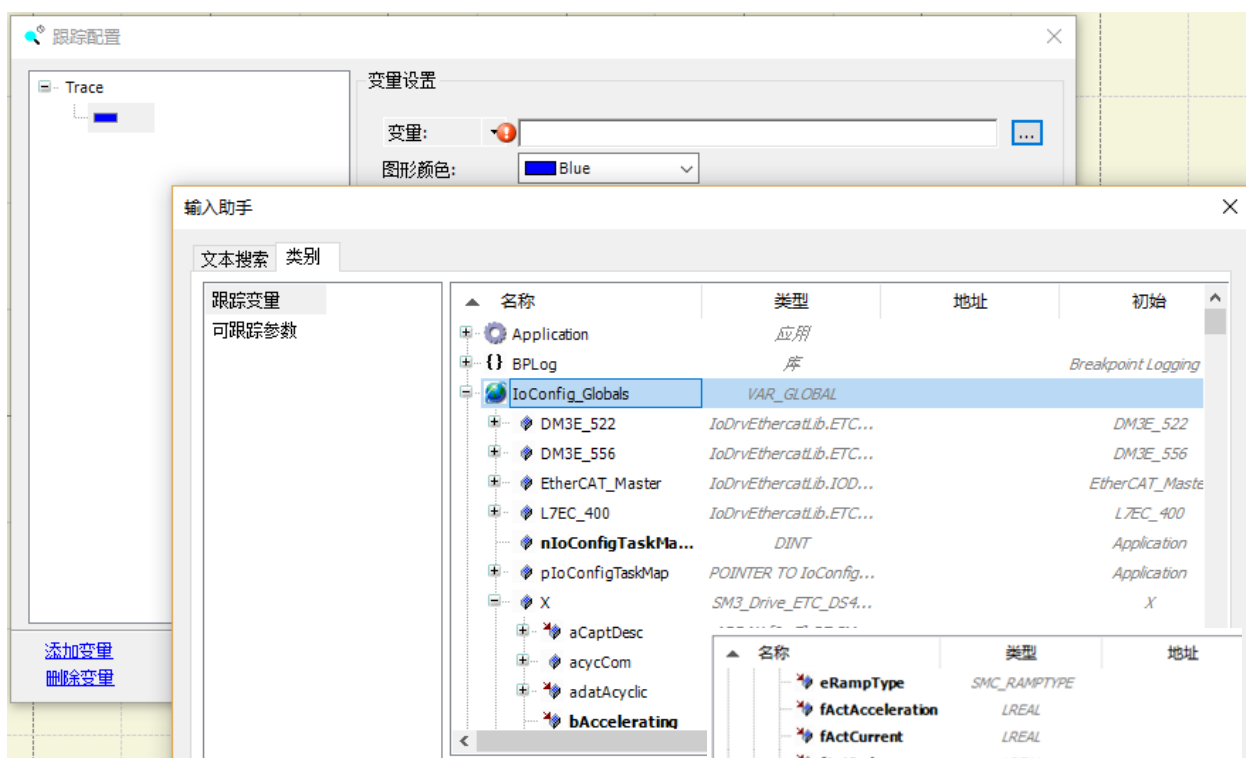

图 5.54 添加变量
- 再点击界面右上角的“添加变量”，弹出如图 5.54 所示的对话框。在“跟踪变量”中选“IOConfig_Globals”下的“X”，找到 X 轴的位置变量 fActPosion，点“确定”。再添加 X 轴的速度变量 fActVelocity。